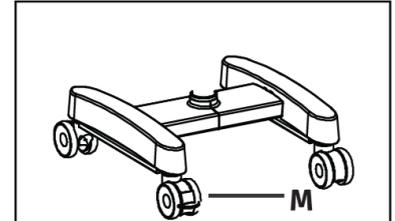

Fig. 47
Bloque le support pour éviter tout mouvement indésirable en appuyant sur les deux freins fournis sur les roulettes pivotantes. Pour déverrouiller, appuyez sur la partie supérieure du frein. Voir (M) Fig. 47.